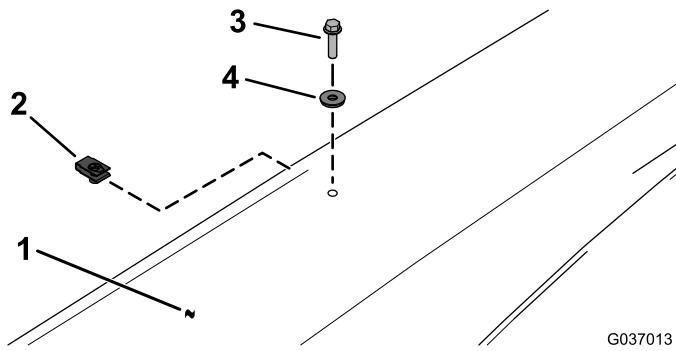

Figure 14
15. Fixez le pare-soleil au support de pavillon à l'aide de 2 clips, 2 rondelles d'étanchéité et 2 boulons à embase hexagonale (1/4" x 1"), comme montré à la Figure 14.